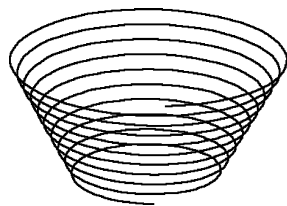

图 8-32 弹簧
6) 利用扫掠等命令, 创建一个“弹簧”三维模型, 并保存至指定位置, 如图 8-32 所示。